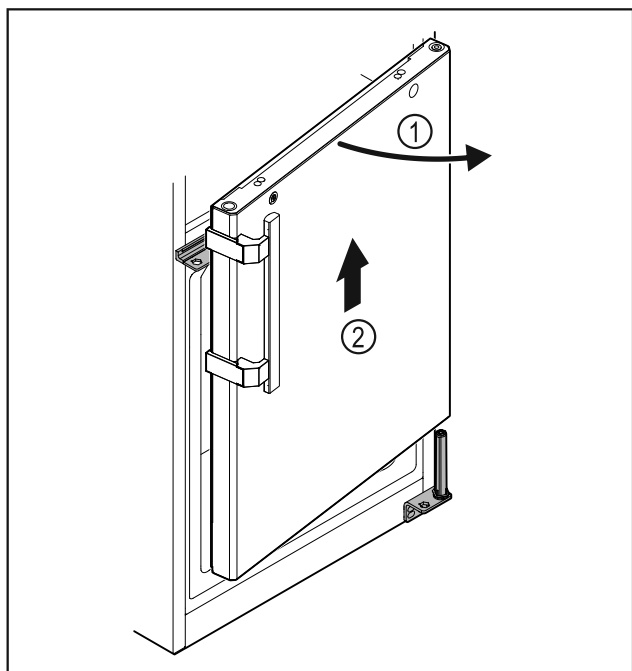

Fig. 33
► Ouvrir légèrement la porte, la soulever Fig. 33 (1) droite d'environ 200 mm et la retirer Fig. 33 (2).